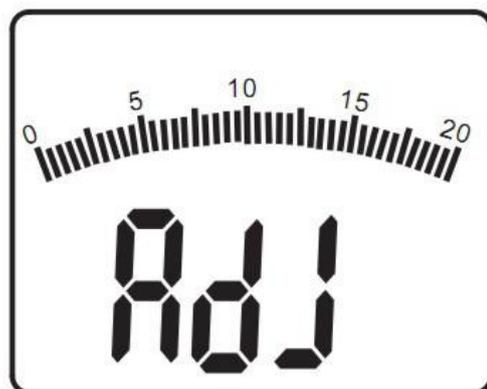

Figura 3-1-4B
- Cubra el sensor con la tapa y presione durante dos segundos el pulsador “HOLD / ZERO”, en la pantalla aparecerá la indicación “ADJ” (como se muestra en la figura 3-1-4B), el medidor entrará en el modo de ajuste a cero. Algunos segundos después la indicación “ADJ” desaparecerá de la pantalla y el medidor regresará al modo de medición AUTO.